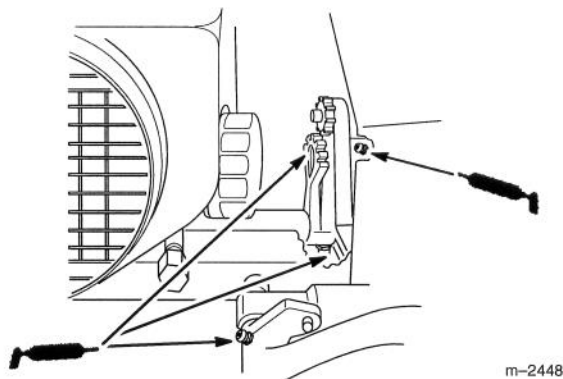

Figure 26
3. Graisser la pédale de frein au point de pivotement sur son axe, graisser l'arbre de direction, et enduire de graisse les dents du secteur de direction (Fig. 26).